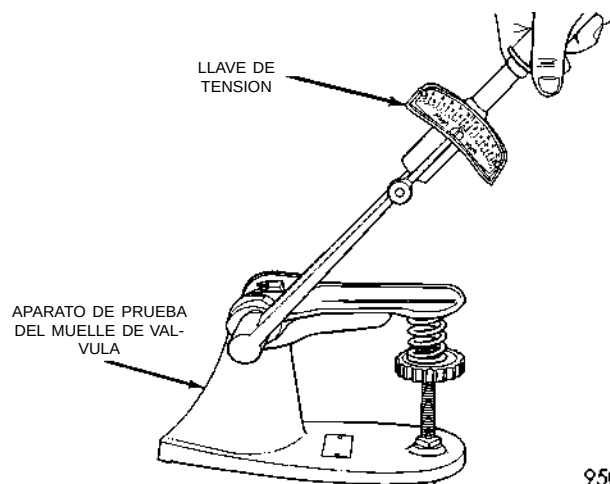

Fig. 94 Prueba del muelle de válvula
- (1) Siempre que se han retirado las válvulas para realizar una inspección, rehabilitación o reemplazo, debe realizarse una prueba de los muelles de válvula con la Herramienta especial C-647. Como ejemplo, la longitud de compresión del muelle al que se le realiza la prueba es de 33,34 mm (1-5/16 pulgadas). Gire el disco de apoyo del muelle hasta que la superficie esté alineada con la marca de 33,34 mm (1-5/16 de pulgadas) del espárrago roscado y la marca del cero de la parte delantera del disco. Coloque el muelle encima del espárrago situado en el disco y levante la palanca de compresión para fijar la posición del dispositivo fónico (Fig. 94). Tire de la llave de tensión hasta que se oiga un chasquido. En ese momento, tome la lectura de la llave de tensión. Multiplique dicha lectura